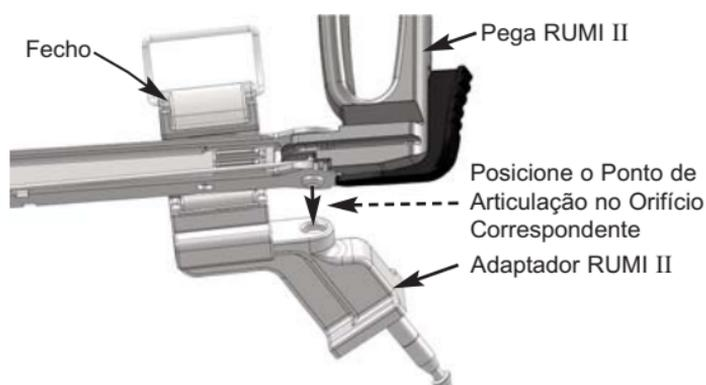

Figura 2. Fixação da Pega RUMI II
1. Abra o Fecho do Adaptador (Figura 2).
3. Posicione o Ponto de Articulação na face inferior da Pega para Manipulador no Orifício Correspondente do Adaptador (Figura 2).